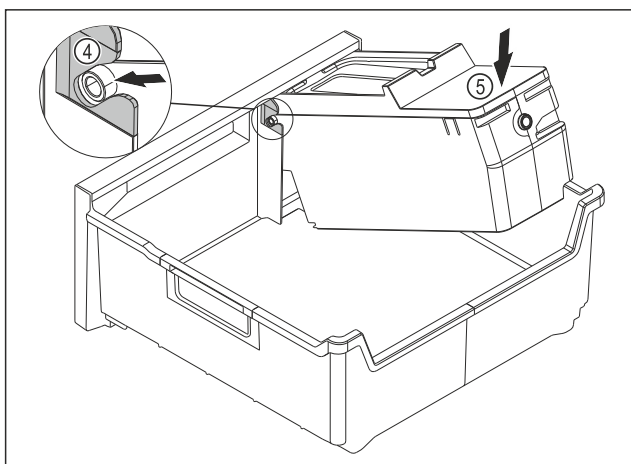

Fig. 121
- ▶ Встановіть корпус EasyTwist-Ice: Вставте осі корпусу EasyTwist-Ice в напрямні Fig. 121 (4).
- ▶ Натисніть на корпус EasyTwist-Ice Fig. 121 (5) ззаду вниз.